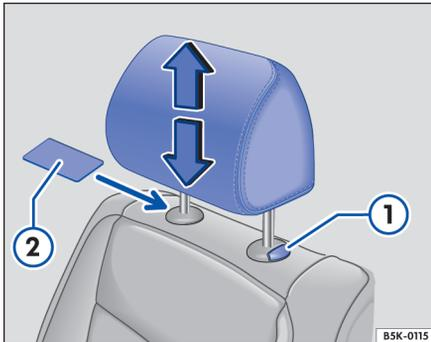

Fig. 43 Desmontaje de los apoyacabezas delanteros.
- De ser necesario, para desbloquearlo puede introducir un objeto plano (una tarjeta de plástico, p. ej.) entre el tapizado del respaldo y la tapa de la barra del apoyacabezas ⇒ *fig. 43* ②.
- Extraiga el apoyacabezas a la vez que presiona la tecla ①.